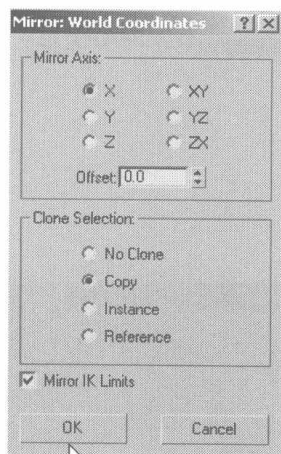
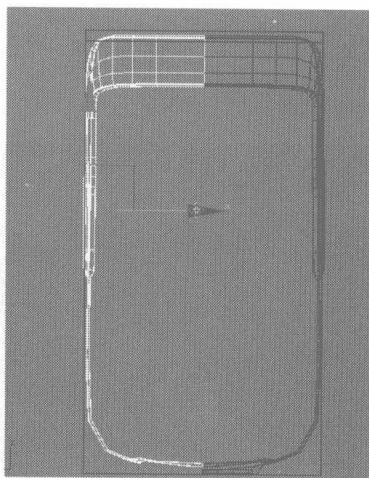

图 4.435
图 4.436
- 17** 选择制作好的侧面物体，单击工具栏中的 按钮，在弹出的对话框中设置镜像参数，如图 4.435 所示，然后在 Back 视图中将镜像的物体移动到如图 4.436 所示的位置。